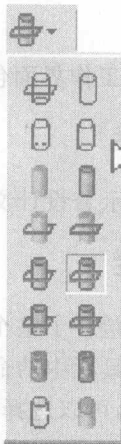

图 1-6 “渲染”工具按钮
①单个工具按钮:单击执行该命令。例如“系统工具栏”工具栏中的“修改元素”工具按钮,单击该按钮即可执行。
②多选工具按钮:单击下三角按钮出现多个选项,单击或右击都可执行所选按钮。例如,“系统工具栏”工具栏中的“渲染”工具按钮,单击下三角按钮后呈现如图 1-6 所示的渲染样式。